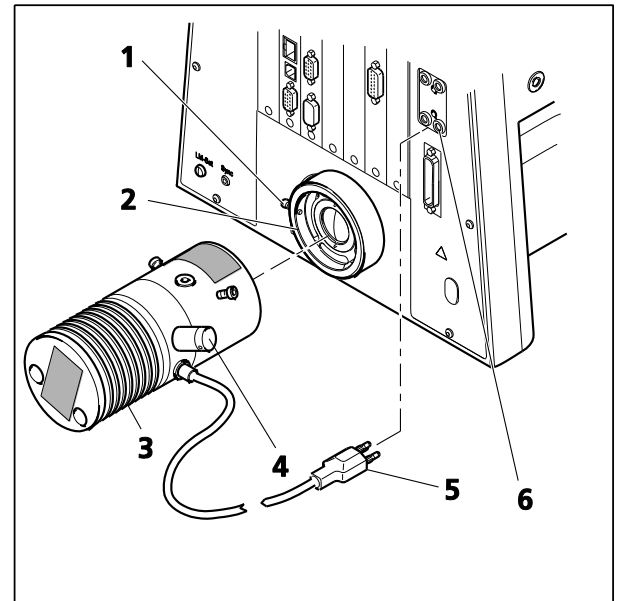

Fig. 50 Installation de la lampe accessoire VIS-LED
- Desserrer la vis de serrage (Fig. 50/1) du port de lumière transmise (Fig. 50/2). Retirer la lampe halogène.
- Utiliser un tournevis à tête sphérique AF 3 et une vis de serrage (Fig. 50/1) pour verrouiller fermement la lampe accessoire (Fig. 50/3) avec le support en queue d'aronde dans la douille (Fig. 50/2).
- Brancher la fiche du dispositif d'éclairage à trois broches (Fig. 50/5) sur la prise inférieure à trois pôles 12 V / 100 W (Fig. 50/6) pour la lumière transmise (TL) à l'arrière de l'appareil.
- Pour le statif codé, régler l'interrupteur à bascule de lumière transmise/lumière réfléchie sur la position relative à la lumière transmise (TL). Si le statif motorisé est utilisé, basculer entre la lumière réfléchie et la lumière transmise à l'aide de l'écran tactile TFT.